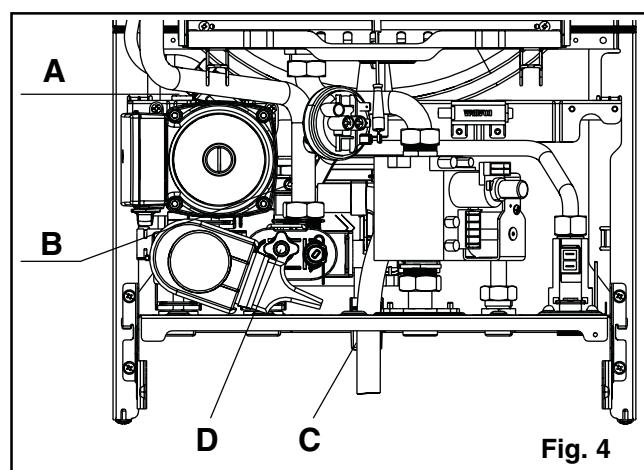

Fig. 4
- abrir unas dos o tres vueltas el tapón del purgador automático (**A**, fig. 4);
- aflojar la válvula de evacuación de la caldera (**D**, fig. 4)